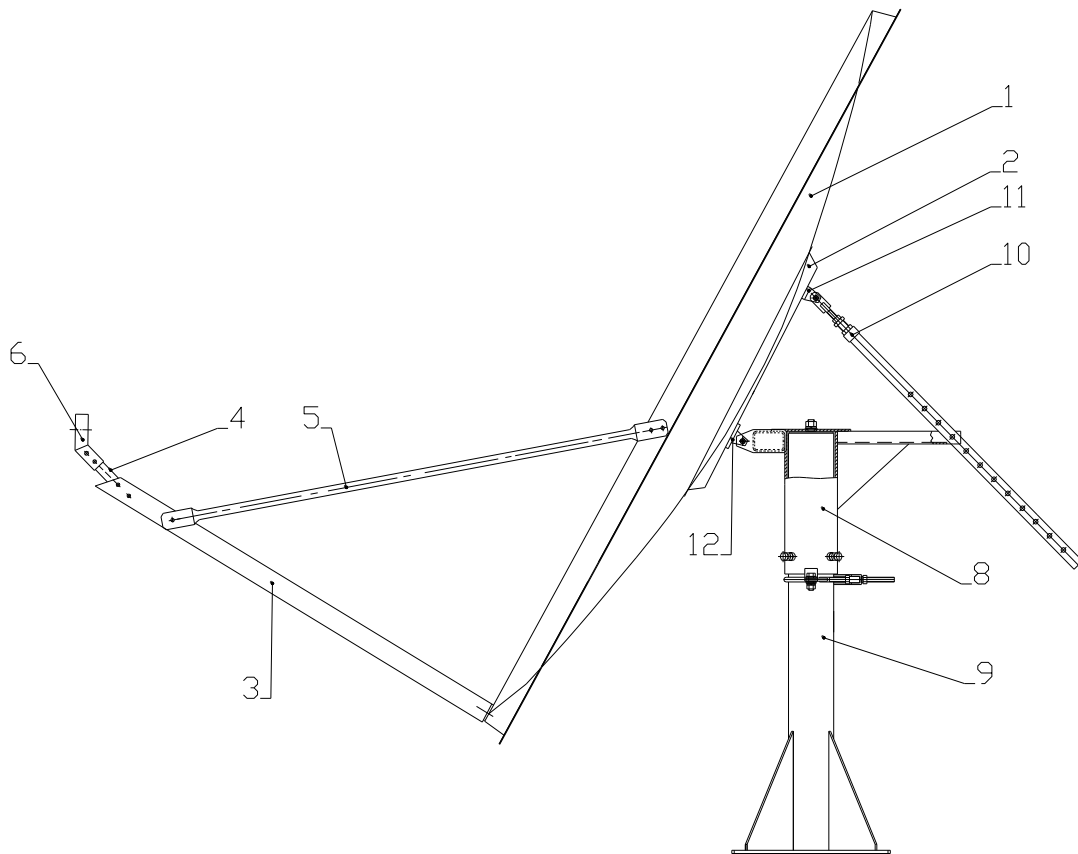

Рис.1
3. Установку рефлектора на ОПУ необходимо производить вчетвером. Трое держат рефлектор, а четвертый заводит ушки ОПУ в проушины кронштейнов. Вставить в отверстия спецболты М12. Закрепить. Совместить проушину верхнего кронштейна с тягой ОПУ и закрепить спецболтом М12(см. Рис.1)